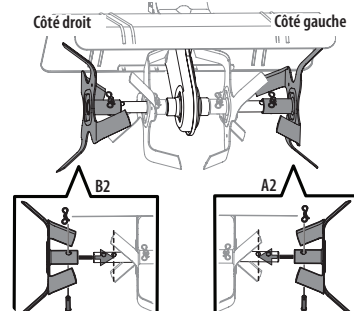

Figure 2
2. Utilisez les deux axes de chape et les deux goupilles fendues fournis dans le sac contenant le manuel. À partir de l'avant du motoculteur, installez les dents extérieures gauche (A2) sur le côté extérieur gauche de l'arbre. Installez les dents extérieures droite (B2) sur le côté extérieur droit de l'arbre. Voir Figure 2.